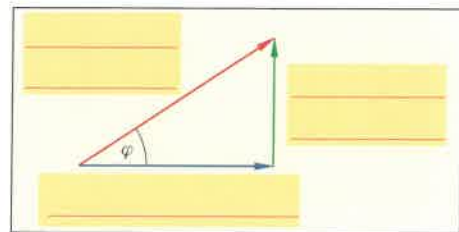

Bild 2: Leistungsdreieck
3. Benennen Sie im Leistungsdreieck (Bild 2) die Wechselstromleistungen.